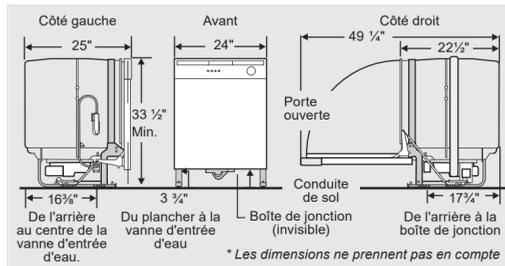

Figure 3
- Examinez les dimensions en consultant la Figure 3 pour localiser le tuyau de vidange du lave-vaisselle, d'eau et les connexions électriques.
- Notez les emplacements de l'alimentation électrique et de la boîte de jonction électrique du lave-vaisselle sur la partie inférieure droite de l'appareil, derrière la plinthe de protection. Voir Figure 3.
- Repérez le raccord d'alimentation en eau chaude et le robinet d'entrée d'eau du lave-vaisselle. Voir Figure 3.